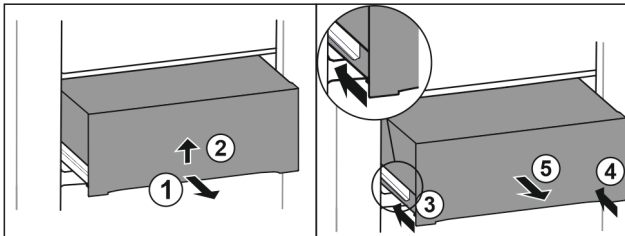

Fig. 40
- Schubfach halb herausziehen. Fig. 40 (1)
- Schubfach an der Unterseite anheben. Fig. 40 (2)
- Linke Schiene einschieben. Fig. 40 (3)
- Rechte Schiene einschieben. Fig. 40 (4)
- Schubfach nach vorne entnehmen. Fig. 40 (5)